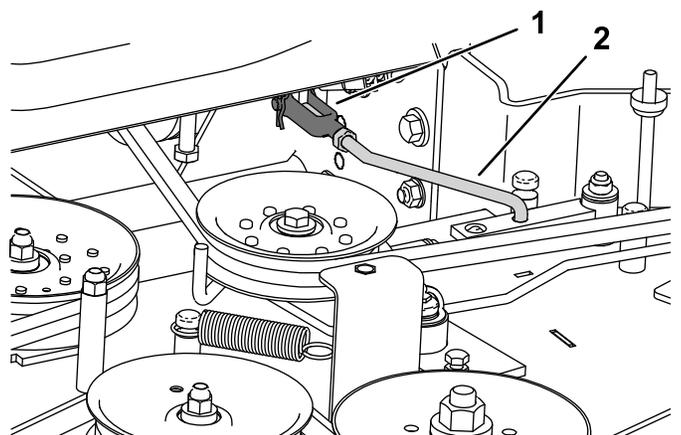

Figura 4
3. Avvitare l'asta della tiranteria di innesto della PDF nel gruppo motore nella forcella della leva a squadra del gruppo motore, poi collegate l'altra estremità al braccio ausiliario e fissatelo con la coppiglia (Figura 4).